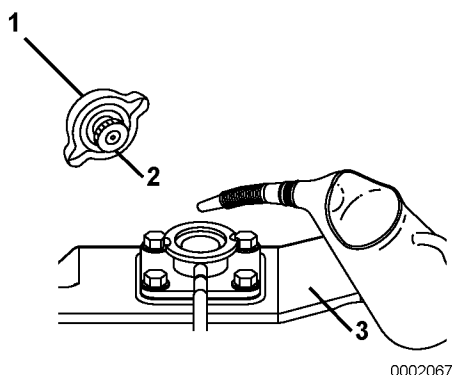

Figure 7
2. Retirez le bouchon de remplissage (Figure 7, (1)) de l'échangeur thermique (Figure 7, (3)) en tournant le bouchon dans le sens inverse des aiguilles d'une montre d'un tiers de tour.
3. AVIS: Ne versez JAMAIS du liquide de refroidissement froid dans un moteur chaud. Versez lentement le liquide de refroidissement dans l'échangeur thermique (Figure 7, (3)) de manière à éviter la formation de bulles d'air. Continuez de verser le liquide de refroidissement jusqu'à ce qu'il déborde de l'orifice de remplissage.
4. Après avoir rempli l'échangeur thermique, remplacez le bouchon de remplissage et serrez-le fermement (**Figure 7, (1)**). Le non-respect de cette consigne peut provoquer des fuites du liquide de refroidissement. Pour remplacer le bouchon, faites correspondre les indentations (**Figure 7, (2)**) du fond du bouchon avec les encoches de l'orifice de remplissage et tournez-le dans le sens des aiguilles d'une montre d'un tiers de tour. **AVERTISSEMENT! Serrez TOUJOURS à fond le bouchon du réservoir du liquide de refroidissement après avoir vérifié le réservoir du liquide de refroidissement. De la vapeur peut jaillir lorsque le moteur est en marche si le bouchon n'est pas bien serré.**